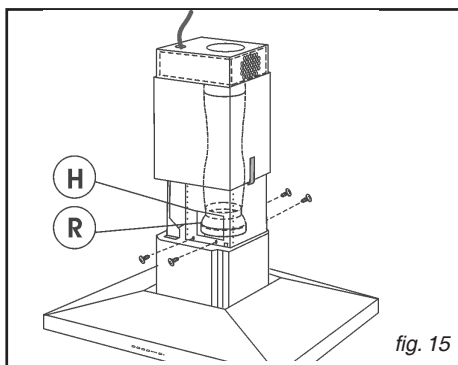

fig. 15
- Fixer la hotte à la structure télescopique à l'aide des 4 vis (fournies) - Fig. 15.
- Fixer le tuyau d'évacuation de l'air à la réduction (R) par les ouvertures H (Fig.15).